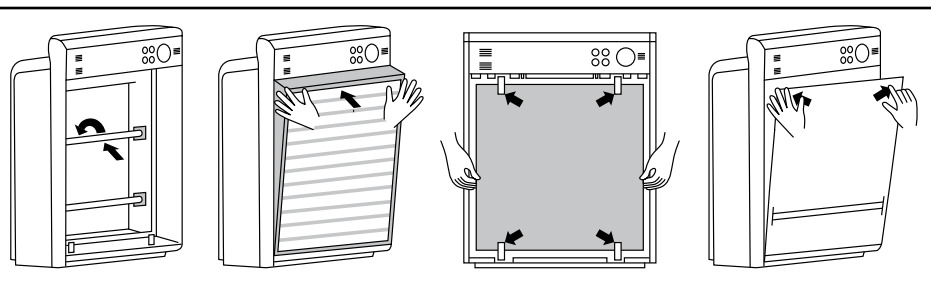

Fig. 5: Montaggio
- Tubi UV (9):** Rimettere i tubi (9) con precauzione nelle loro montature. Girare i tubi (9) dolcemente in o senso orario o antiorario fino a quando i raccordi si incastrano. Toccare i tubi (9) solo alle estremità di ceramica e indossare guanti da cucina.
- Filtro principale (8):** Mettere il filtro principale (8) prima su il bordo inferiore del corpo dell'apparecchio e poi premerlo all'interno del corpo. La scritta „HEPA“ (parta bianca del filtro) deve stare all'esterno.
- Prefiltro (7):** Inserire il filtro (7) e girare le serrature nella direzione indicata alla Fig. 5 per fissare il prefiltro (7).
- Pannello anteriore (5):** Collocare prima i supporti inferiori nelle aperture del corpo dell'apparecchio. Fissare il pannello (5) premendo sugli angoli superiori destro e sinistro, un rumore indicherà che il coperchio è entrato nell'alloggio.